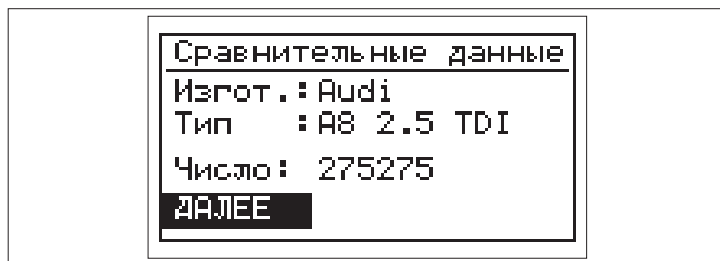

Рисунок 080
**(Рисунок 080)****Указание:**